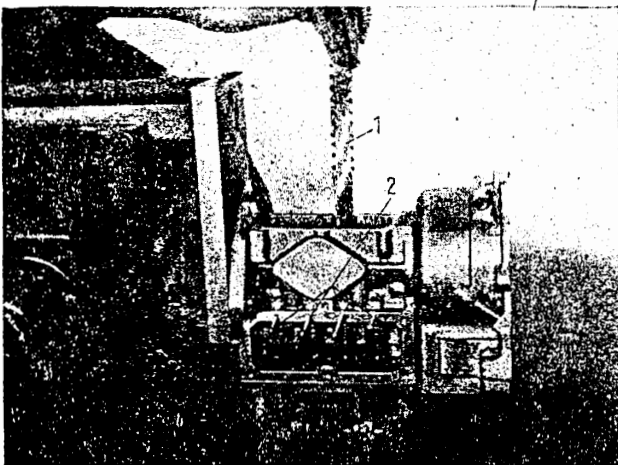

Bild M 146. Rollenstößel mit Hilfsstiften (Werkzeug Nr. W 191) blockieren
- Nockenwelle mit Hilfskupplung drehen und mit Montageblech (Werkzeug Nr. W 246) Rollenstößel anheben und die Hilfsstifte (Werkzeug Nr. W 191) einstecken (Bild M 146).